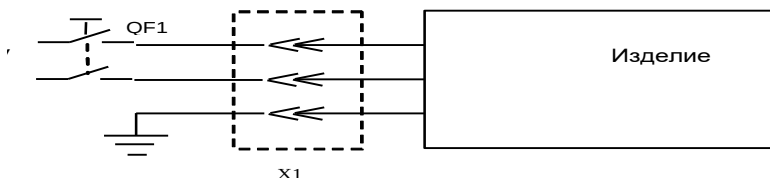

Рис.1. Схема подключения изделия к электросети
5.4. Изделие подключается к питающей электрической сети (См. рис.1) через автоматический выключатель комбинированной (тепловой и электромагнитной) защиты с током уставки, указанным в Таблице 3 для каждого вида изделия.